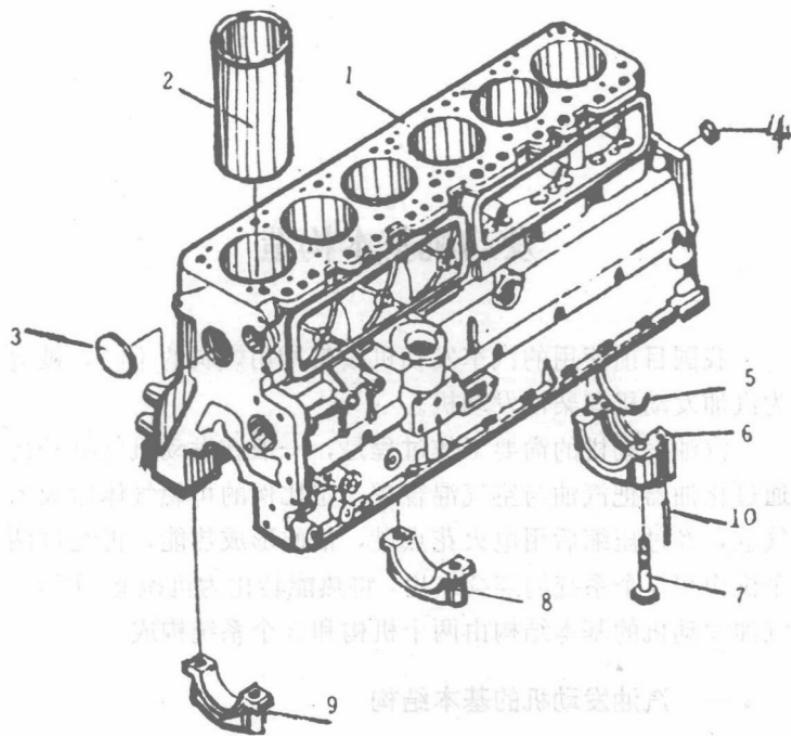
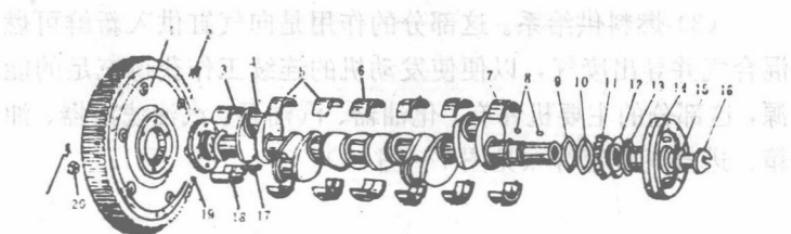

图2 发动机气缸体和曲轴箱示意图
图 5 解放 CA10B 型汽车发动机曲轴飞轮组
(1) 曲轴连杆机构。这是发动机进行能量转换和动力传递的机构，这个机构主要由发动机的气缸体、气缸盖、活塞、连杆、曲轴、飞轮等机件组成（见图 2~图 5）。